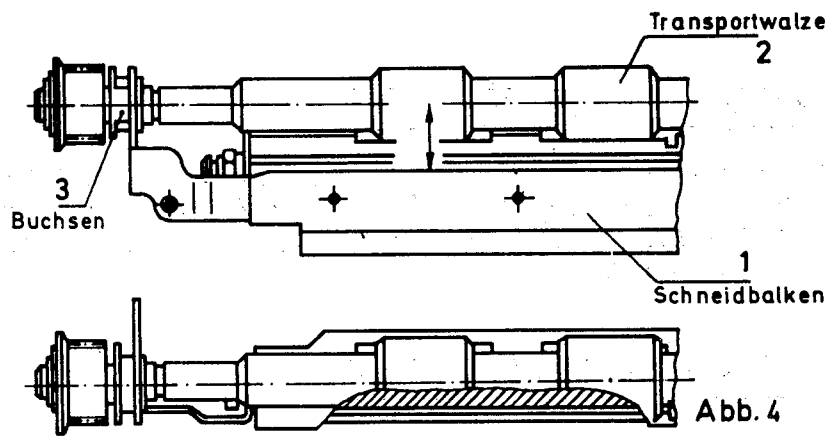

Abb. 4
4.1.4. Transportwalze, oben 10-262-3148-6 (Abb. 4)